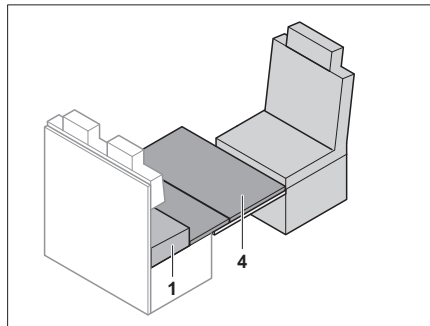

Bild 159 Notbettunterlage auflegen
- Notbettunterlage (Bild 159,4) auf den Tisch legen. Die vordere Kante der Notbettunterlage dabei direkt an den Fahrersitz anlegen.